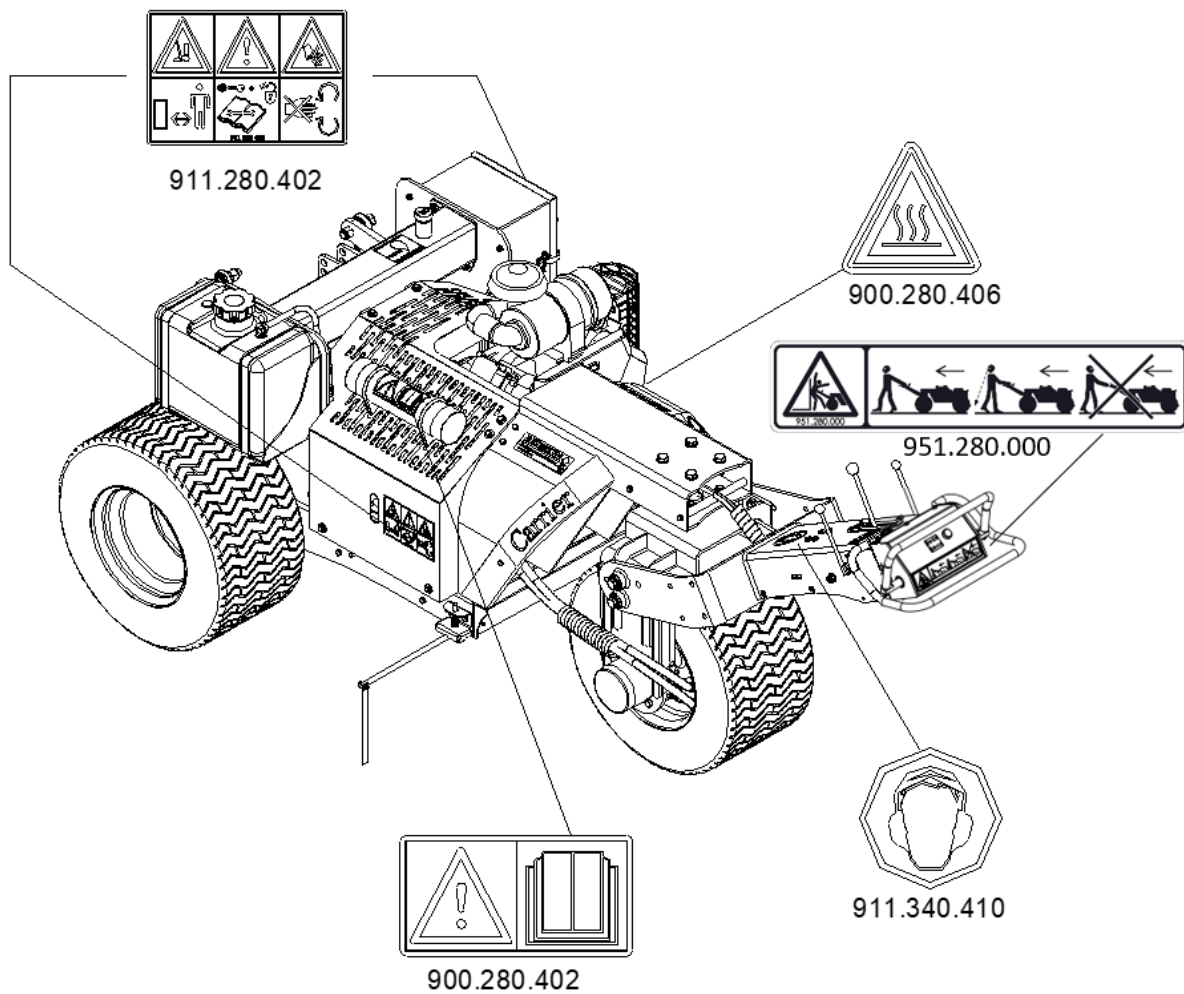

Fig. 7
8. Posizione degli adesivi di sicurezza. (Fig. 7)